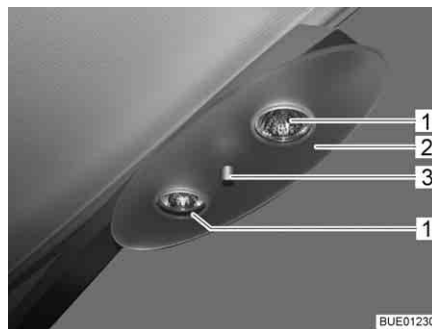

Bild 201 Halogendeckenleuchte
- Haltemutter (Bild 201,3) abschrauben und Deckplatte (Bild 201,2) abnehmen.
- Halogenglühlampe (Bild 201,1) entfernen.